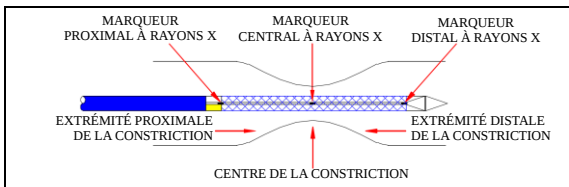

Figure 4
- Vérifiez le positionnement au cours du déploiement de l'endoprothèse (point de non retour au niveau du marqueur central radio-opaque) et continuez à tirer sur le connecteur jusqu'à ce que l'endoprothèse soit entièrement déployée. (Voir figure 4, 5)
- Vérifiez le positionnement au cours du déploiement de l'endoprothèse (point de non retour au niveau du marqueur central radio-opaque) et continuez à tirer sur le connecteur jusqu'à ce que l'endoprothèse soit entièrement déployée. (Voir figure 4, 6)